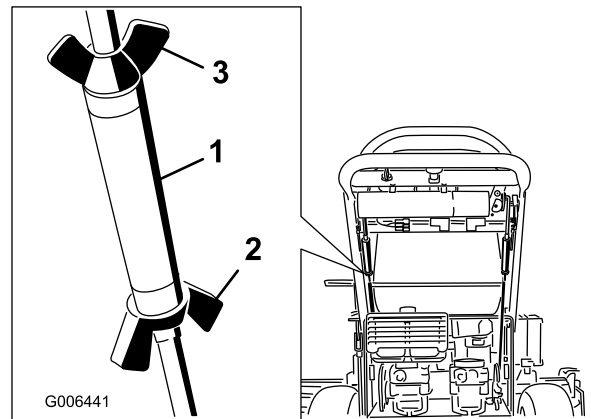

Figura 47
- Afloje las tuercas de mariposa de la varilla de control derecha, y gire el tensor en un sentido u otro para centrar la palanca de control derecha en la posición de bloqueo/punto muerto. Bloquee el tensor apretando las tuercas de mariposa (Figura 47).
- Afloje las tuercas de mariposa de la varilla de control izquierda y gire el tensor en un sentido u otro para modificar el avance de la máquina. Bloquee el tensor apretando las tuercas de mariposa (Figura 47).